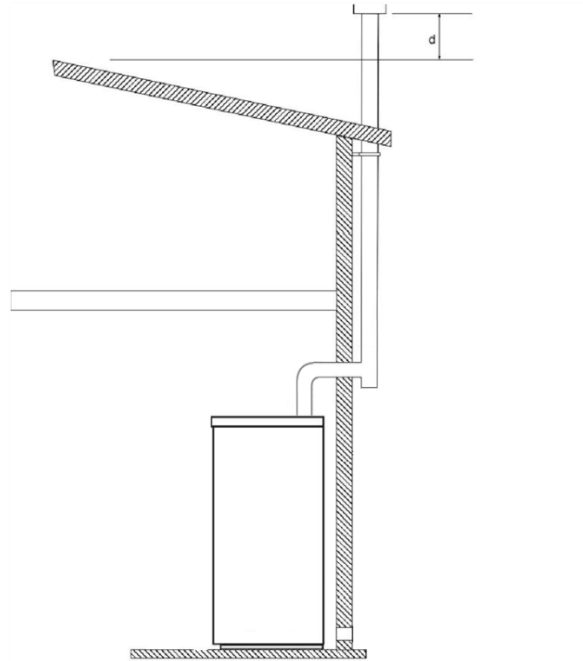

Fig. 9
- Il faut utiliser seulement des tuyaux isolés (double paroi) en acier inoxydable, fixés au bâtiment (Fig.9).
- La figure 9 montre la solution à utiliser lors de l'utilisation de conduits des fumées externes.